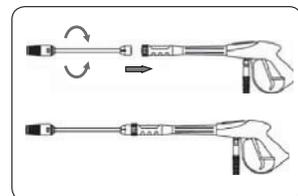

FIGURA 12
6. Conecte la boquilla de pulverización al conjunto anterior (figura 12)